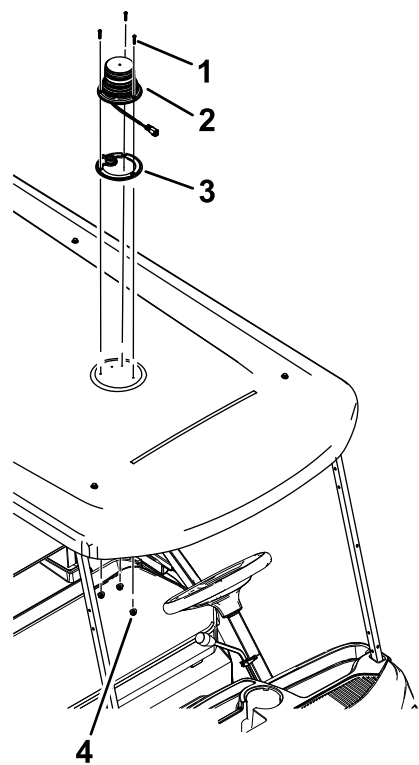

Figura 2
- 3. Coloque a junta em cima do toldo (Figura 2).
- 4. Encaminhe o conector do sinal luminoso pelo furo de 22 mm e prenda o sinal luminoso no toldo com três parafusos (n.º 10 x 1 pol.) e três porcas de bloqueio (n.º 10); consulte a Figura 2.